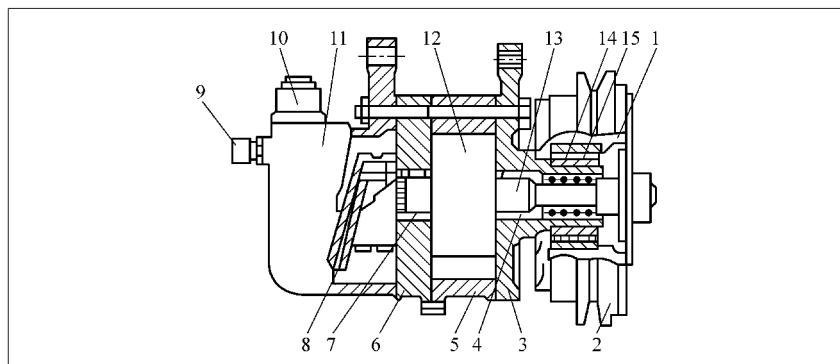

图 8-18 旋转叶片压缩机结构
1) 结构。旋转叶片压缩机的结构如图8-18所示,它主要由缸体、前缸盖、后缸盖、排气阀、进气阀、主轴、转子等组成。旋转叶片压缩机的气缸有圆形和椭圆形两种形式。